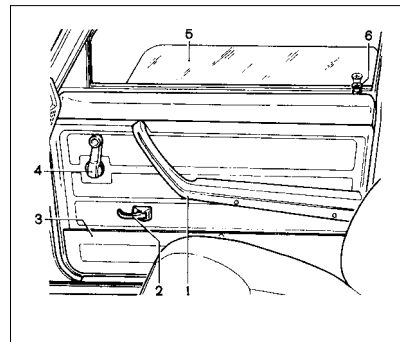

Рис. 3. Передняя дверь
**Передние двери** снабжены замком и запираются снаружи ключом. Изнутри замок запирается при нажатии на кнопку 6 (рис. 3) блокировки замка. Нажимать на кнопку при открытой двери нельзя, так как блокирующее устройство при этом не действует и можно повредить замок. Изнутри дверь открывается поворотом ручки 2 на себя независимо от положения кнопки блокировки.